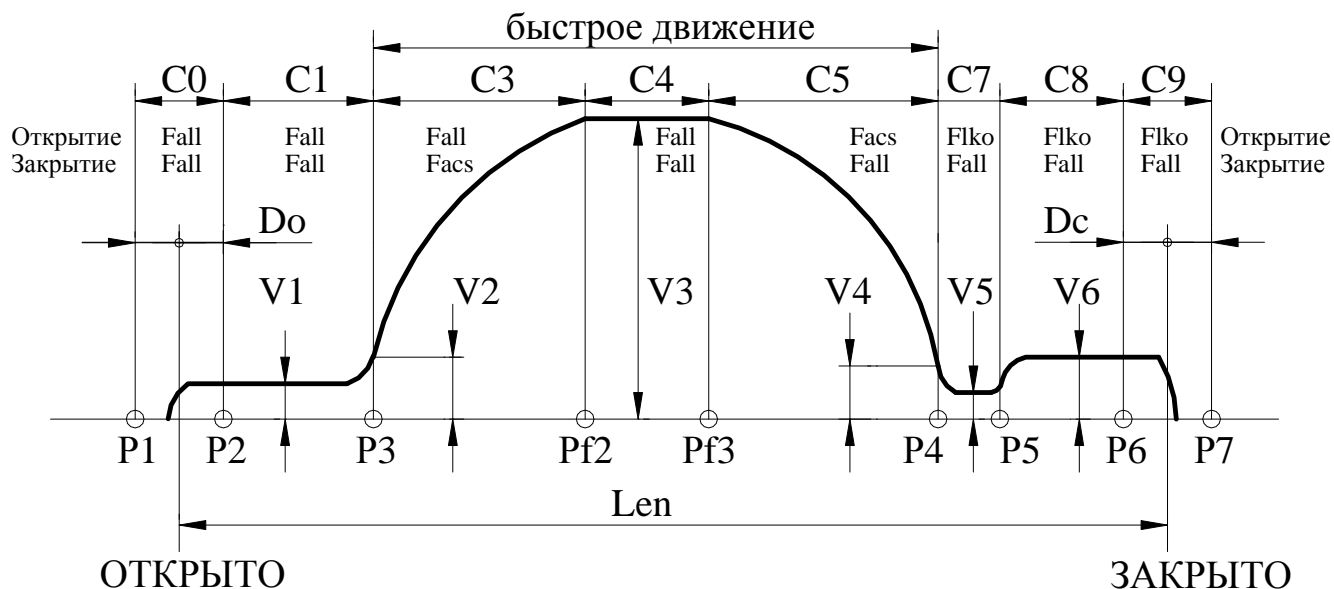

Рис.4. Траектория движения.
- **C.Err** – участок движения (**рис.4**), на котором произошла ошибка при наличии синхронизации,  $C\_err=11$  при отсутствии синхронизации.
- **Е0L** – переезд зоны полного открытия (**С0, рис.4**) или полного закрытия (**С9, рис.4**). *Синхронизация* в этом случае выключается. Ошибка сбрасывается при смене кода направления движения. При повторном неоднократном возникновении данной ошибки нужно провести **измерение проема**, если затем эта ошибка все равно будет возникать, необходимо проверить механику привода.
3.6.1. Рис.4, на котором показана траектория движения, отслеживаемая Устройством, поясняет назначение многих параметров, рассмотренных ниже. На рис.4 отображено также распределение сил на участках траектории отдельно при открытии и при закрытии (при переходе в режим удержания устанавливается соответствующая сила удержания).
- Если Var\_sl=1, то точка препятствия запоминается и происходит замедление скорости движения при подходе к точке препятствия до Vbar. При отсутствии препятствия в том же месте, дальнейшее движение происходит по кривой, указанной на **рис.4**.
- 3.6.5.14. **Номер D** – C\_vko (мм) – дополнительное смещение точки **P2(рис.4)** для расширения диапазона выдачи и удержания сигнала ВКО.
- 3.6.5.15. **Номер E** – C\_vkz (мм) – дополнительное смещение точки **P6 (рис.4)** для расширения диапазона удержания сигнала ВКЗ.